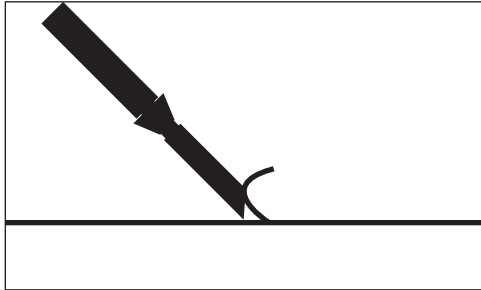

FIG. 4
- Normalement, le biseau de la lame est tourné vers le haut pour le béton (Figure 4) et vers le bas pour le bois (Figure 4.1).
- Les lames peuvent être décalées dans la tête de coupe (Figure 4,2) pour faciliter l'accès aux plinthes ou pour le retrait le long du mur.